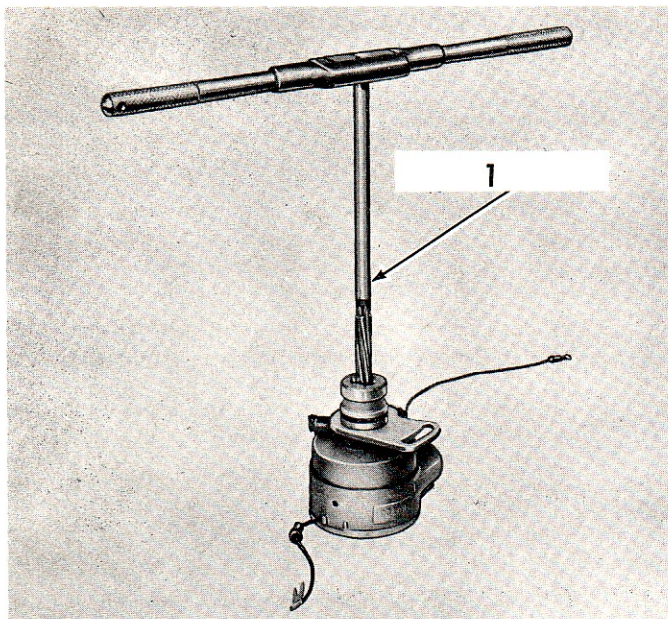

Fig. 68.
2. Aléser le coussinet dans les tolérances spécifiées page 69 (Voir Fig. 68)